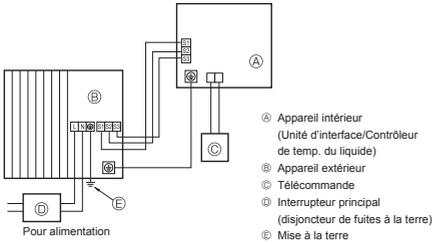
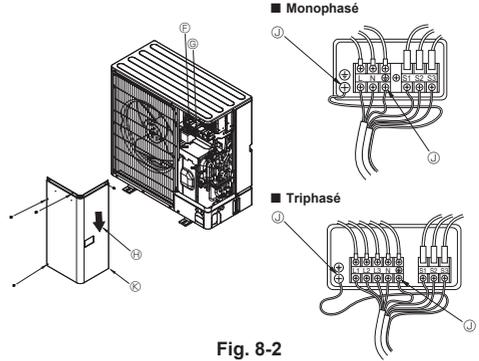

Fig. 8-1
Fig. 8-2
### 8.1. Appareil extérieur (Fig. 8-1, Fig. 8-2)
- ① Retirer le panneau de service.
- ② Effectuer le câblage conformément aux Fig. 8-1 et Fig. 8-2.